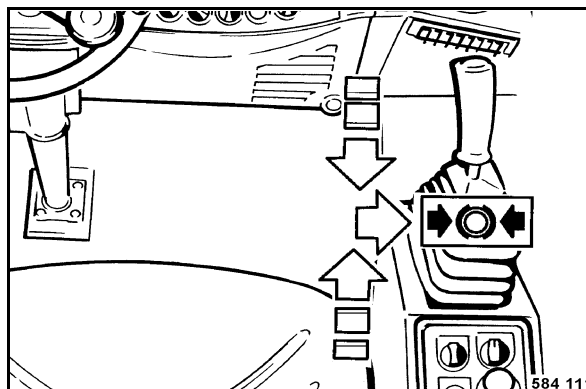

fig. 57
- Ramener lentement le levier de commande de marche (fig. 57) sur position neutre puis l'engrainer vers la droite sur position de freinage.